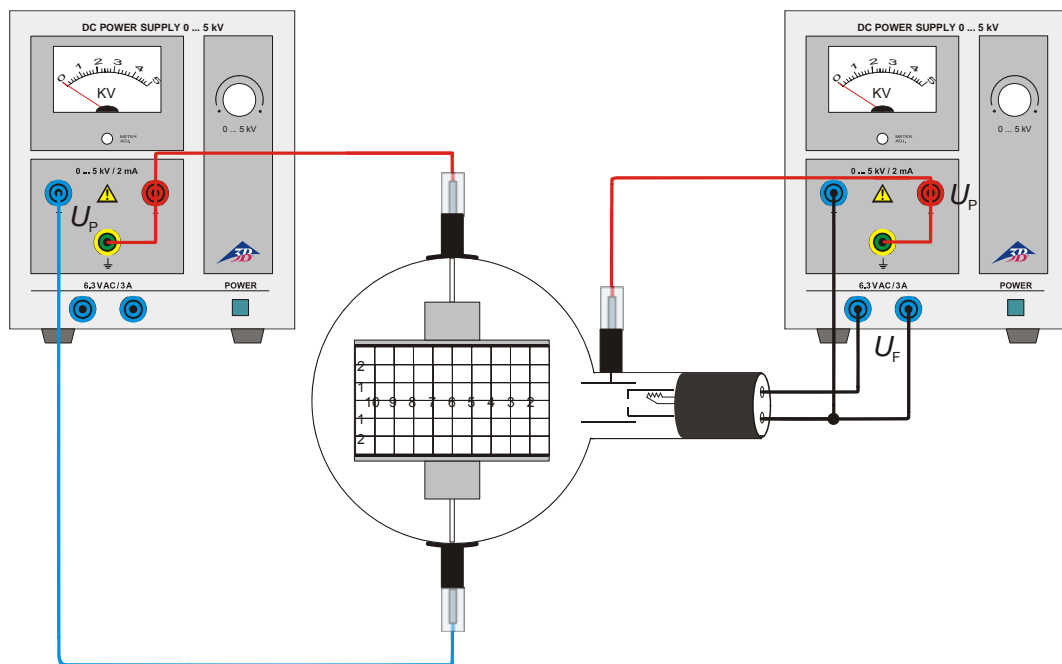

Fig. 3 Déviation électrique
- Montez l'expérience comme le montre la fig. 3.